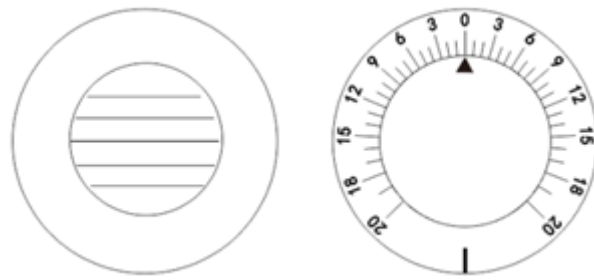
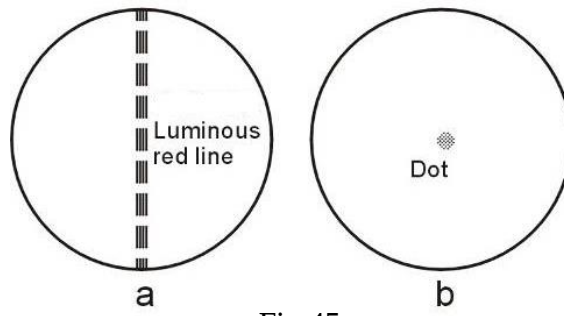
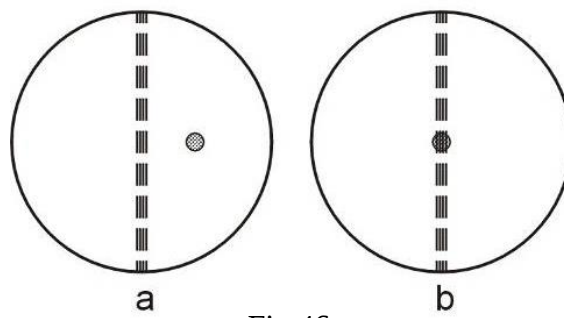
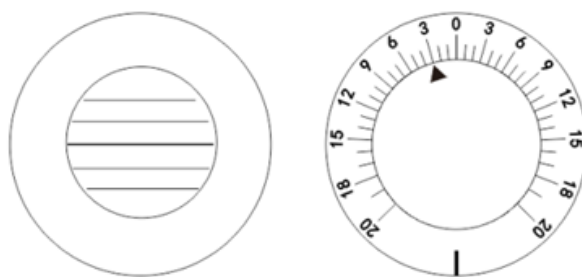

Fig.44
Fig.45
Fig.46
Fig.47
(1) Metoda tijei Maddox și prisme rotative
A. Mai întâi efectuați măsurarea foriei orizontale. Procedați conform (1) metodei cu prisme rotative descrise în 6.8.5 Testul echilibrului binocular. Rotiți butonul de rotație a lentilei auxiliare ②1, și puneți ochiul drept pe MRRH (Fig.44). Rotiți butonul de rotație a prisme ①1 cu setarea 0 pe simbolul triunghi orientat spre ochiul stâng. Aprindeți o mică lumină de fixare în poziția în care este proiectată diagrama. Acum, ochiul drept al lui Testee poate vedea o linie verticală roșie (vezi Fig.45 a), iar ochiul său stâng poate vedea un punct luminos (vezi Fig.45 b). Ele sunt probabil (a) sau (b) din Fig.46. Punctul luminos se va mișca și atunci când butonul de rotație al prisme ①1 este întors. Apoi cereți pacientului să spună când vede imaginea prezentată în Fig.46 b. Rezultatul testului este prezentat în Fig.47. Scala de rotație a prisme este afișată ca 2. Rezultatul 2ΔI (baza spre interior) reprezintă o înclinare de 2Δ spre exterior.